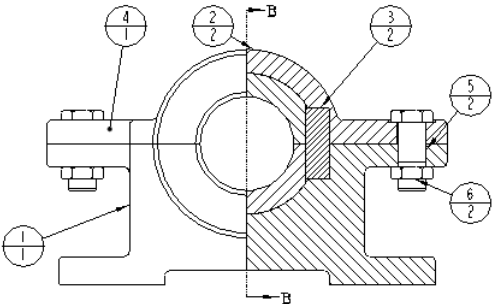

图 7.5.9 修改 BOM 球标样式
Step4. 在菜单中选择 **Done/Return (完成/返回)** 命令，结果如图 7.5.9 所示。